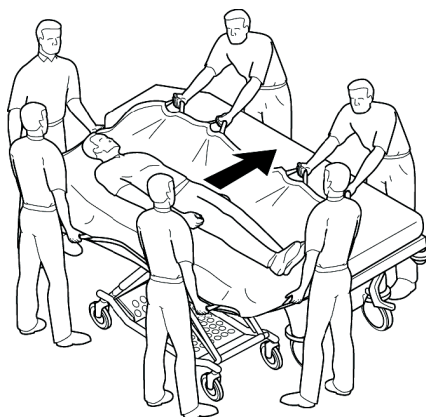

Figura 4
5. Usare il telo per trasferimento per spostare il paziente da una superficie all'altra (Figura 4).